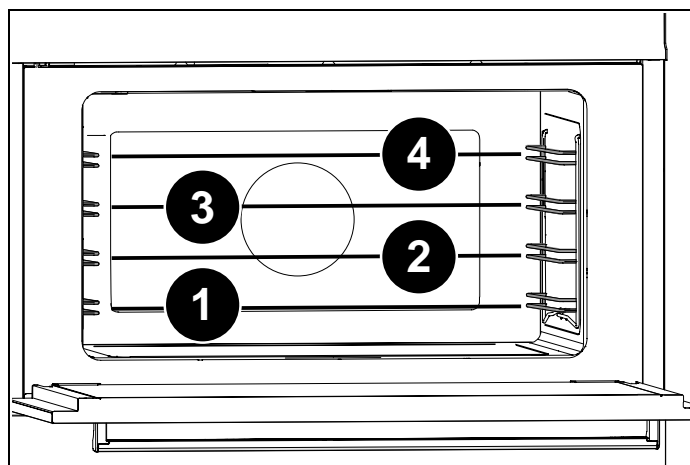

Fig. 26
- 4) Placera spetthållaren på sidogallren på nivå 2 (Fig. 26). Placera maträtten på spettet och för in det i ugnen så att spettets spets går in i den lilla axeln som skjuter ut från ugnens baksida.